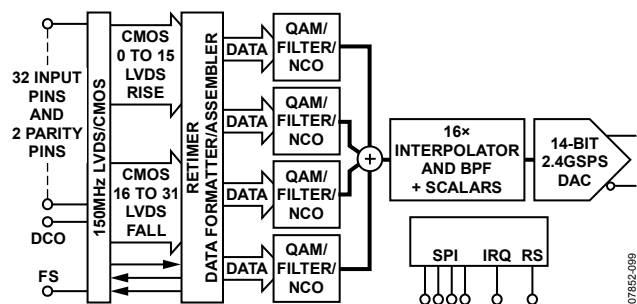

図 70. トップレベルの機能ブロック図
AD9789は、2400 MSPSの高性能な14ビットDACが組み合わされた柔軟性の高いデジタル・シグナル・プロセッシング (DSP) エンジンです (図 70)。DSPブロックにはQAMエンコーダ、2倍アップサンプリングの平方根レイズド・コサイン (SRRC) フィルタ、16~512 倍の範囲で選択可能なインターポレータ、レート・コンバータ、複素 (IQ) 変調器が内蔵されています。デジタル・インターフェースは、最大4チャンネルの複素数 (IQ) データを受けられます。QAMエンコーダは16、32、64、128、256のコンスタレーション数に対応します。また内蔵のレート・コンバータにより、固定のDACサンプリング・クロックでも、柔軟性の高いボーレートが実現できます。デジタル・アップコンバータでは、入力信号を $DC \sim 0.5 \times f_{DAC}$ の範囲に変換できます。アナログ・ミックス・モードでは、出力スペクトルを2次と3次ナイキスト領域で増大可能です。